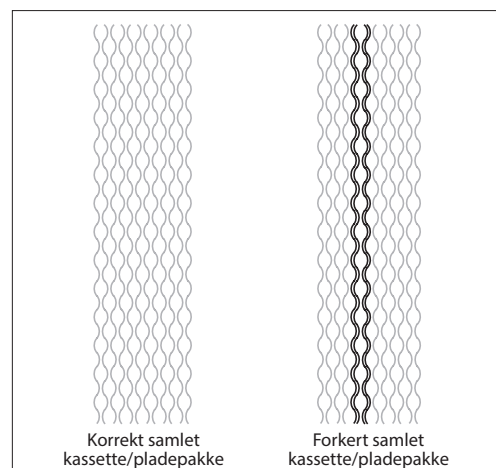

Fig. 13. Korrekt/forkert monteret pladepakke
- Kontrollér kantmønstret på pladerne/kassetterne for ensartethed (se fig. 13)